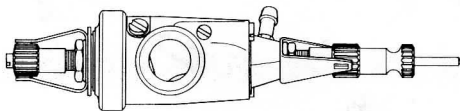

fig. 2
1) Regolate l'apertura minima della valvola. Chiudete o aprite la vite di arresto di quest'ultima «3» finché, a valvola chiusa, non vedrete una fessura di un millimetro. (fig. 2).